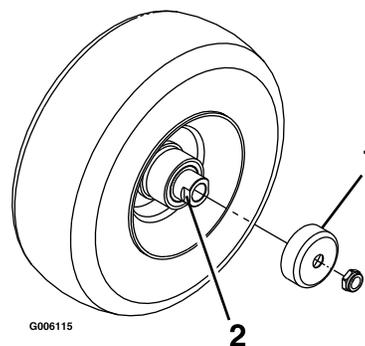

Figure 29
3. Déposez les protège-joints du moyeu de roue (Figure 29).